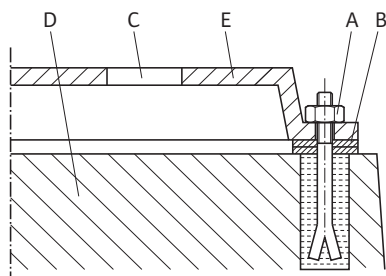

Fig. 43: Exemplu pentru un racord filetat fundație
**Exemplu pentru un racord filetat fundație (Fig. 43):**
- Montați întotdeauna plăci de reazem (B) la stânga și la dreapta în imediata apropiere a materialului de fixare (de ex. buloane de fixare (A)) între placa de bază (E) și fundație (D).